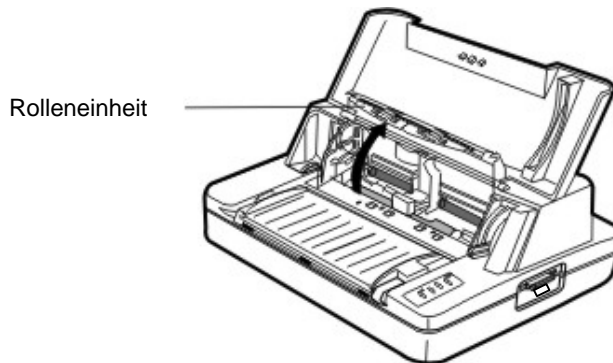

Abbildung 2-6 Öffnen der vorderen Rolleneinheit
- 3 Die Rolleneinheit mit den Zeigefingern im mittleren Bereich anfassen nach vorne ziehen und die Einheit dann nach oben schwenken, bis sie sich im oberen Bereich des Druckers befindet (siehe Abbildung 2-6).